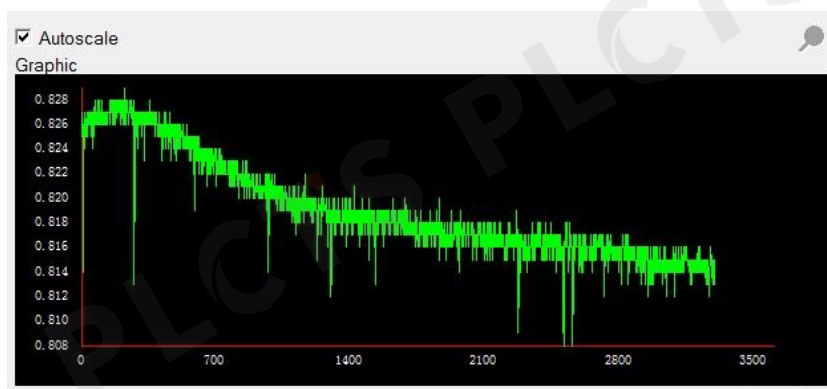
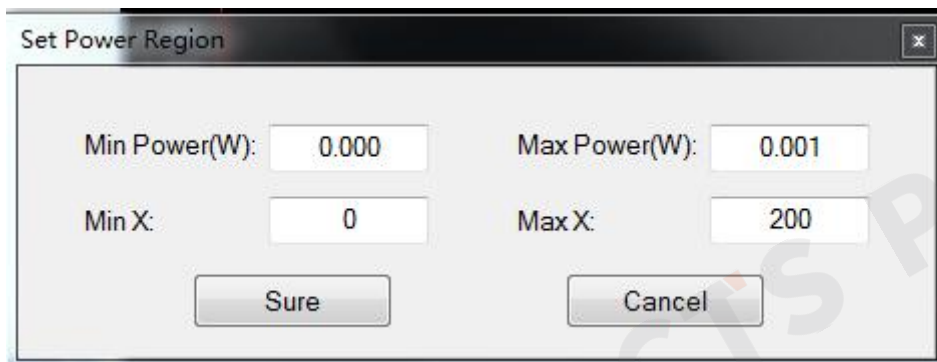

图 4 实时测量曲线
图 5 修改功率范围和样点数
(3) 如图 4 所示，区域 3 可显示随时测量的曲线；单击 Autoscale 和 ，即可更改所需测量的功率范围和样点数，单击“sure”即完成设置，如图 5；